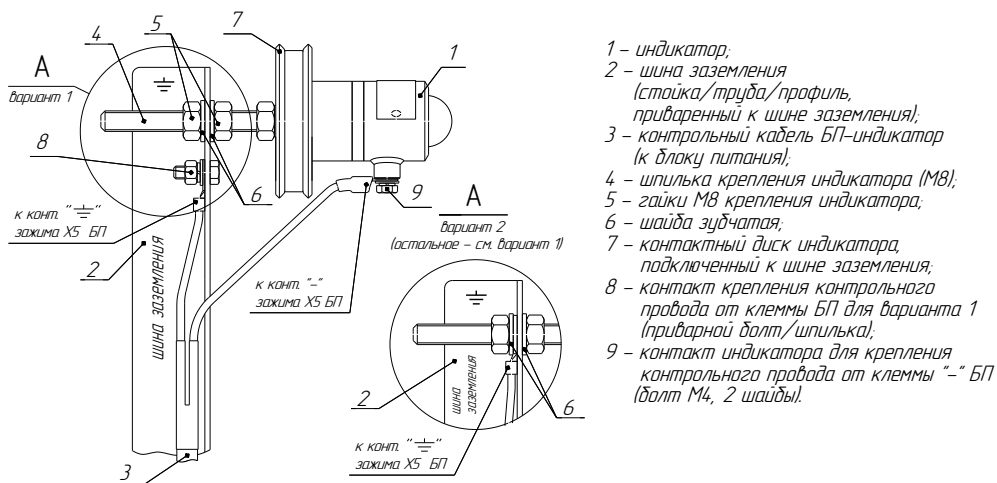

Рисунок 2.4 - Монтаж индикатора
2.3.6.4 Контакты « $\frac{+}{-}$ », «-» (искробезопасная цепь) клеммного зажима X5 БП (поз. 7 на рисунке 1.6) подключаются к контактам индикатора в соответствии с рисунками 1.7, 2.2; контакт « $\frac{+}{-}$ » зажима блока питания соединяется непосредственно со шпилькой индикатора (в месте его крепления) или и в другом месте - см. рисунок 2.4, выноска А,
2.3.8.4 Установить индикатор, вставив в подготовленное отверстие профиля шпильку 4 и затянуть гайки 5, зажав металлический профиль заземления между ними, при этом шайбы 6 должны располагаться с обеих сторон профиля шины заземления - между шиной и гайками (рисунок 2.4).
2.3.8.7 Место крепления индикатора (шпильку поз. 4, гайки поз. 5, шайбы поз. 6, рисунок 2.4) и места подключений проводов кабеля (наконечники проводов, контакты 8, 9 рисунок 2.4) покрыть антикоррозийной смазкой, например, ЦИАТИМ-201 ГОСТ 6267-2021 или другим антикоррозийным составом.